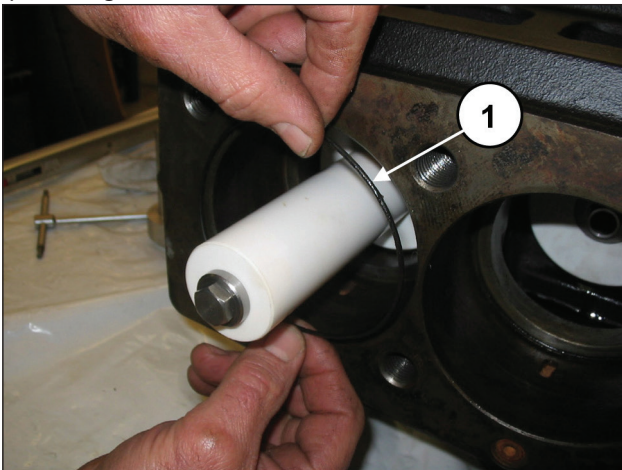
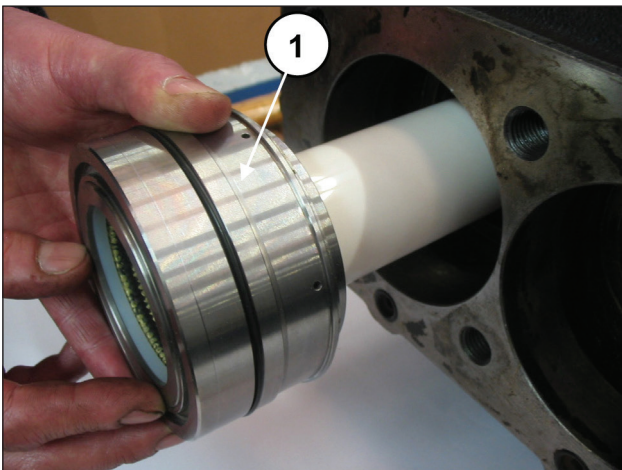

Fig. 184
Fig. 185
Insira o O-ring dentro do cárter da bomba (pos. ①, Fig. 184) e em seguida o bloco da camisa + suporte das juntas (dotado do mesmo O-ring) anteriormente montado até o batente (pos. ①, Fig. 185).